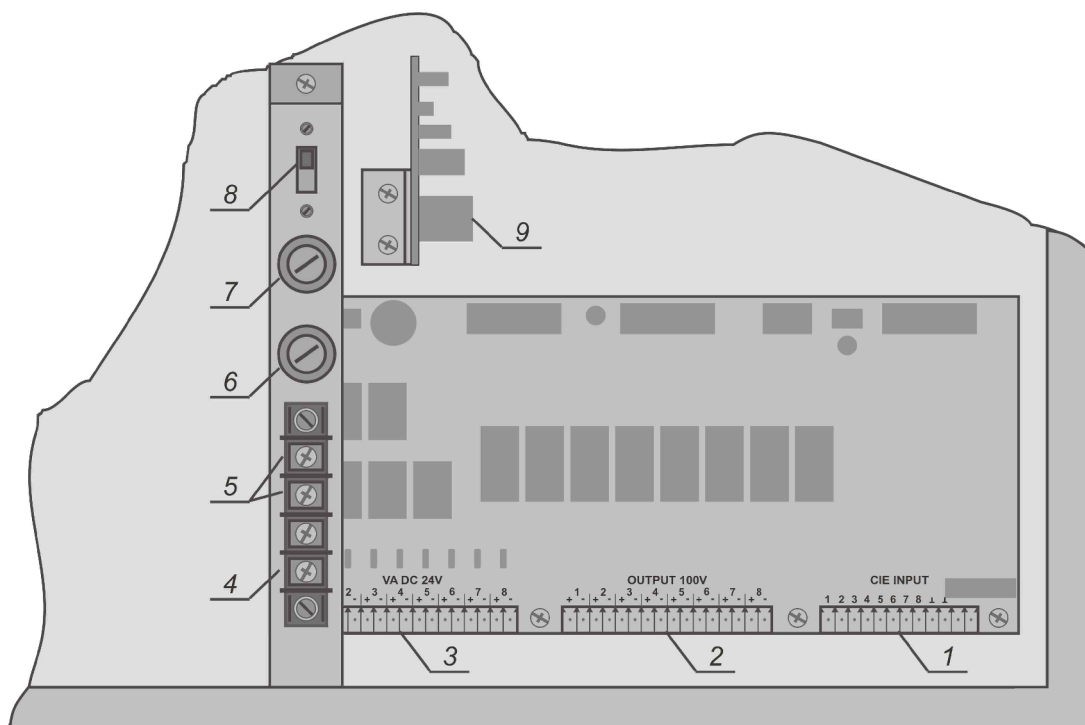

Рисунок 5
9.2 Розміщення клем та гнізд на внутрішній панелі устаткування та їх призначення наведено на рис. 5
- 10.1.2 Підімкніть до з'ємних роз'ємів поз. 2, 3 рис. 5 лінії зон оповіщення відповідно до проектної документації та схеми наведеної у Додатку А. При підімкненні ліній зон оповіщення важливо зберігати полярність. Підімкніть наприкінці трансляційних ліній резистори 2,7 кОм, що входять у комплект постачання.
- 10.1.3 Підімкніть до з'ємного роз'єму поз. 1 рис. 5 лінії зв'язку устаткування з ППКП, відповідно до схеми наведеної в Додатку А. Підімкніть наприкінці ліній резистори 2,0 кОм, що входять у комплект постачання.
- 10.1.4 За наявності в комплекті устаткування пульта (пультів) мікрофонного, підімкніть його до роз'єму поз. 9 рис. 5, з'єднувальним кабелем, який входить у комплект постачання. Порядок підімкнення декількох пультів мікрофонних і монтажу вилки з'єднувальної наведено в додатку А.
Увага! Підімкнення будь-яких інших джерел сигналу, окрім пультів ВЕЛЛЕЗ ПМН-8, до роз'єму поз. 9 рис. 5 та роз'ємів RMS IN та RMS OUT пульта мікрофонного **категорично заборонено**.